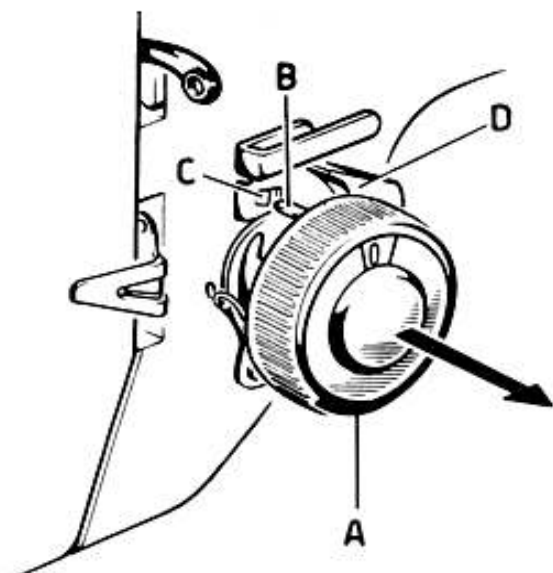

Fig. 24
- Place button « A » (Fig. 24) on « 0 ».